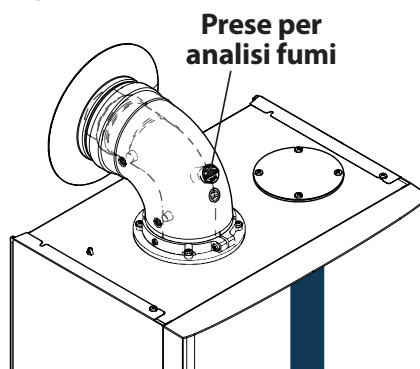

Figura 9.15
- Collegare un analizzatore fumi alle prese di analisi fumi poste sugli scarichi fumi della caldaia Figura 9.15.
- Verificare la combustione della caldaia utilizzando le prese posizionate sui tubi fumo (Figura 9.15) e confrontare i dati misurati con i seguenti.